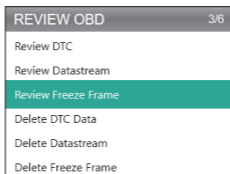

Figure 5.1.3
3. Sélectionnez OBD Review et appuyez sur [OK]. Six options s'affichent à l'écran (voir la figure 5.1.3) - telles que l'examen des DTC, le flux de données, image figée, etc.